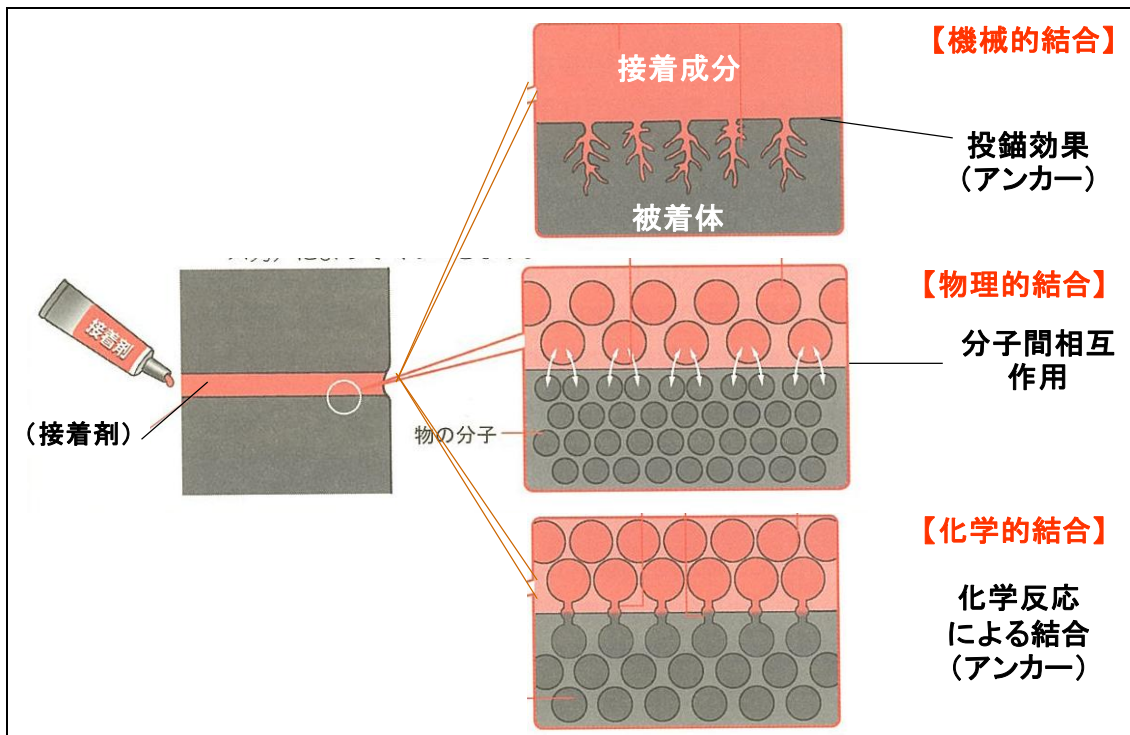

図7 接着の機構
この相互作用については、多くの理論・学説があり、まだ十分に解明されているとは言えませんが、図7に示すように、大きく分けて、①機械的結合 ②物理的相互作用 ③化学的相互作用の3つに分けられます。①の機械的結合は接着剤成分が、被着体の凹凸に入り込み固化することで発現します。この接着は、投錨効果（アンカー効果）と言われるものです。②の物理的相互作用は、接着成分と被着体表面を構成している分子が引き合う力によってくっつくというものです。接着剤の分子が、被着体に近づきますと、相互の分子に引き合う力が出てきます。これがファン・デア・ワールス力といわれるものです。この力は、水素結合よりも弱い力ですが、接着力に関係してきます。